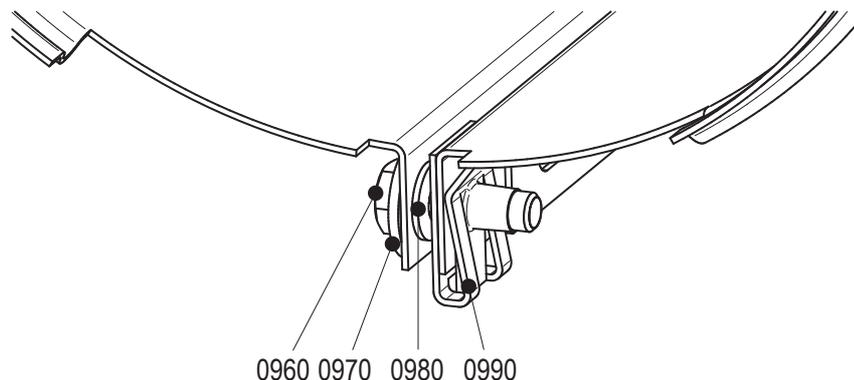

Figure 12: Installation de l'enveloppe.
- 1 Desserrez les boulons (0960). Voir la figure 12.
- 3 Fermez l'enveloppe et posez un boulon (0960). Voir figure 12.
- 5 Fermez l'enveloppe et posez un boulon (0960). Voir figure 12.